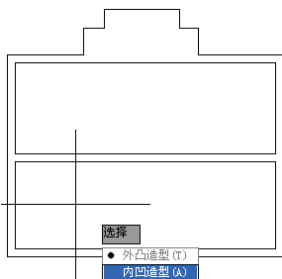

图 3-74 选择“内凹造型(A)”选项
4) 重复调用“墙体造型”命令, 根据命令行的提示, 选择“内凹造型(A)”选项, 如图 3-74 所示。